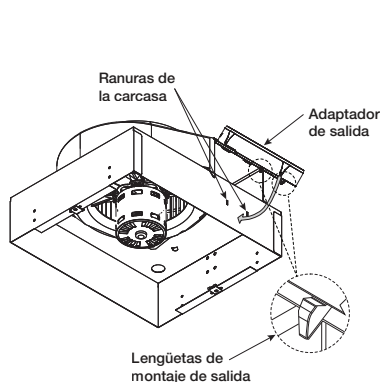

Figura 2
2. Gire el adaptador de salida hasta que las dos lengüetas de montaje se enganchen completamente en las ranuras de la carcasa, según se muestra en la Figura 2.